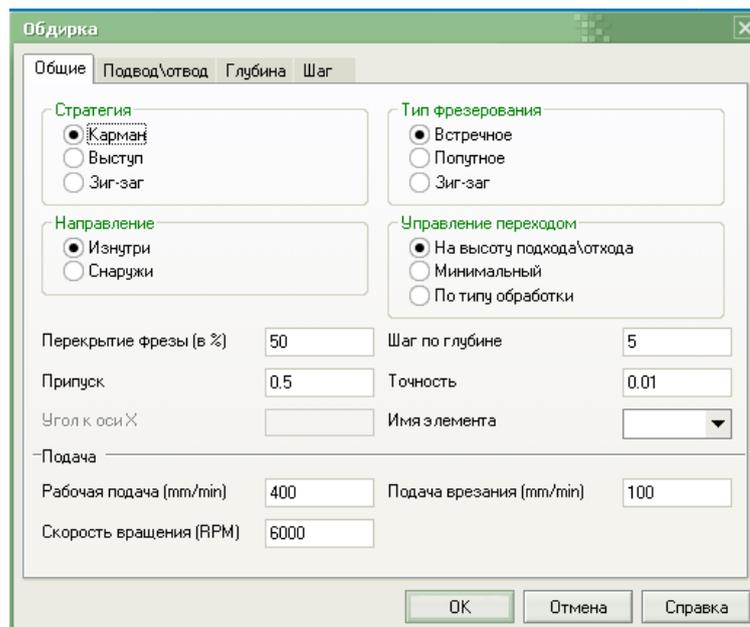

Рис. 11. Edgescam Обработка кармана с предварительным засверливанием в заданной точке.
3. Выбрать цикл "Обдирка" (рис.11, 12, 13), во вкладке "подвод\отвод" поставить стратегию "в точку";